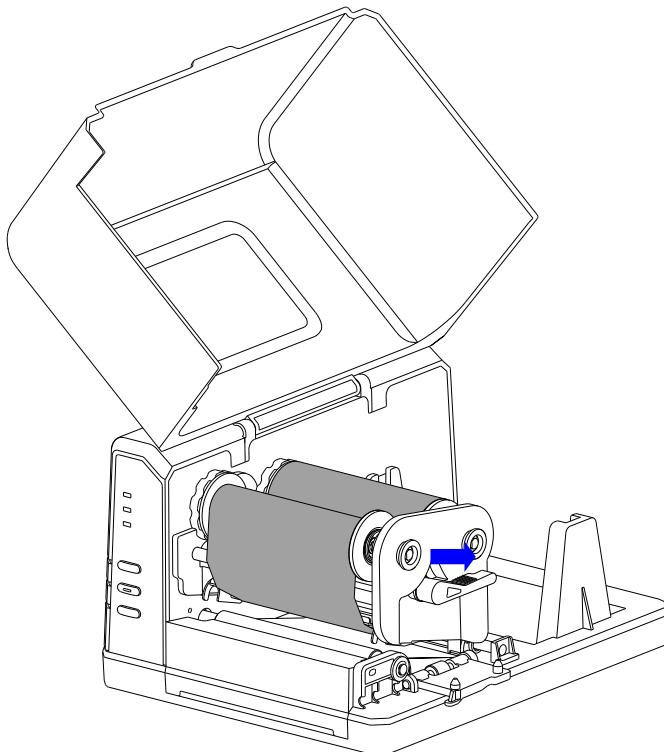

图 2-7
4. 向外拉起碳带回收端的碳带释放钮, 将卷好碳带的空卷芯绕过打印模组, 卡入碳带回收端, 确保碳带回收端左压盘上的两个长条形凸起卡入空卷芯左侧的两个卡口中。如图 2-7 所示。